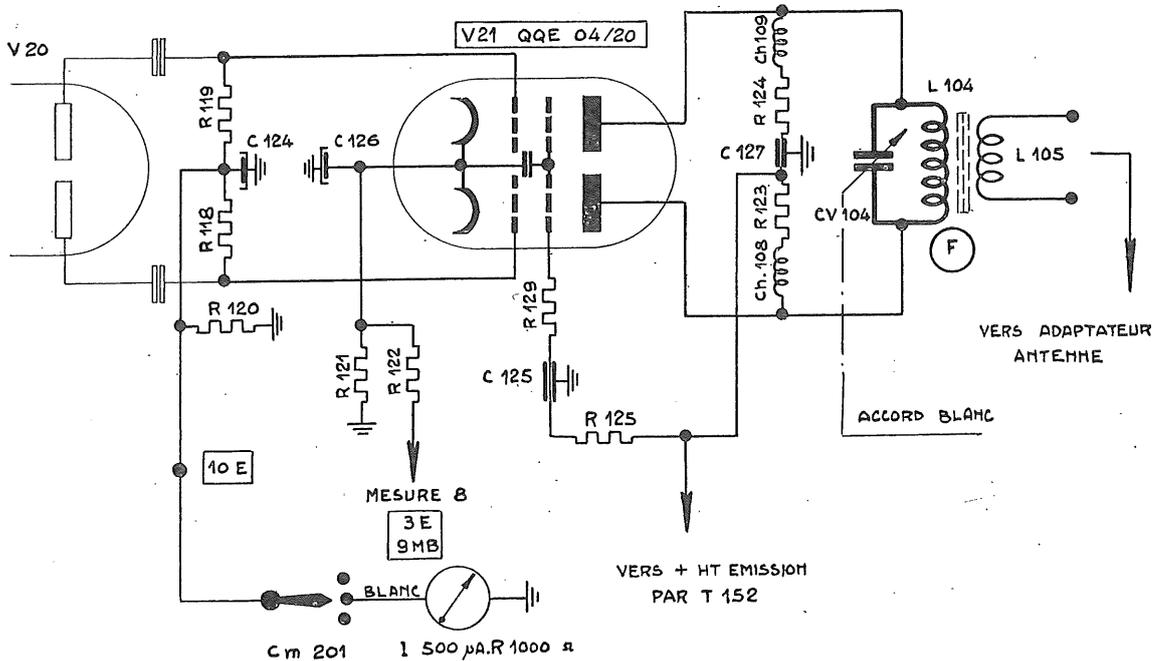

Fig. 18 - Amplificateur VHF final
d) Amplificateur VHF final (fig. 18).